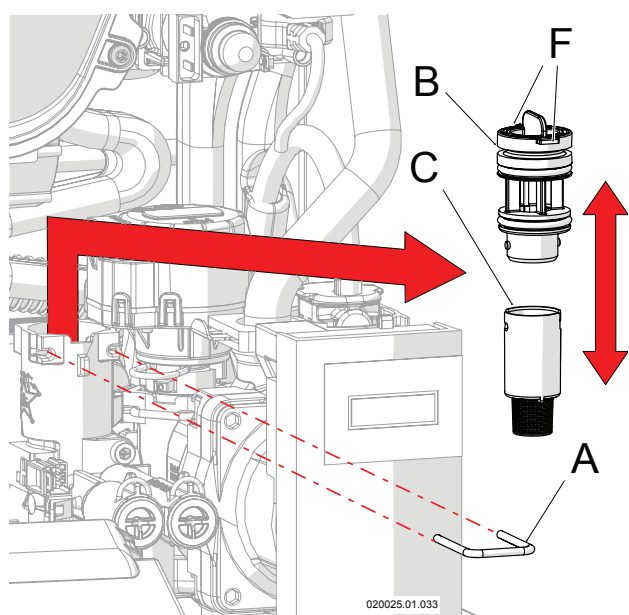

Figura 8-15 - Smontaggio flussimetro
Il flussimetro serve per misurare la portata d'acqua calda sanitaria. Se dovesse essere necessario sostituirlo, procedere nel seguente modo (fare riferimento alla figura 8-15):
- 7.- durante il rimontaggio occorre far combinare le due alette del flussimetro (particolari "F" di figura 8-15), con le rispettive sedi presenti nel gruppo idraulico, (la più grande verso il fronte dell'apparecchio e la piccola dietro).